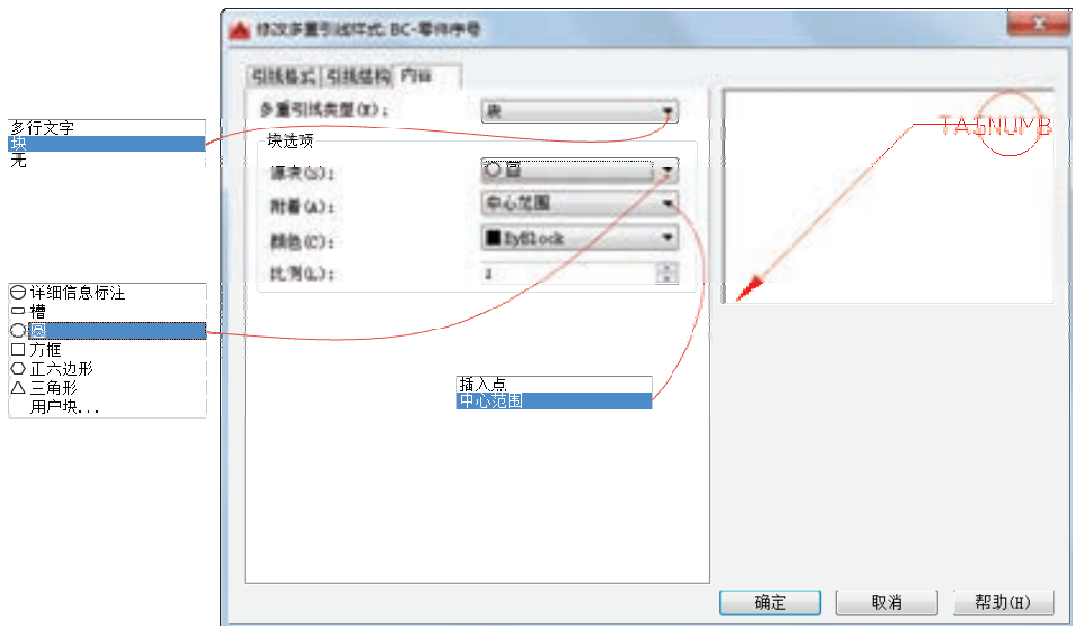

图 5-58 设置多重引线类型及源块
4) 在“内容”选项卡中，从“多重引线类型”下拉列表框中选择“块”选项，接着在“块选项”中的“源块”下拉列表框中选择“圆”选项，如图 5-58 所示。